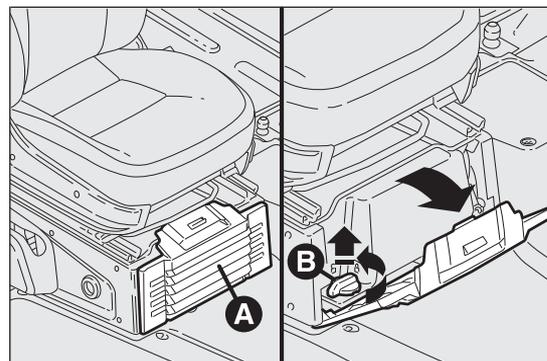

Abb. 95
- Die Klappe A Abb. 95 öffnen und wie abgebildet entfernen;